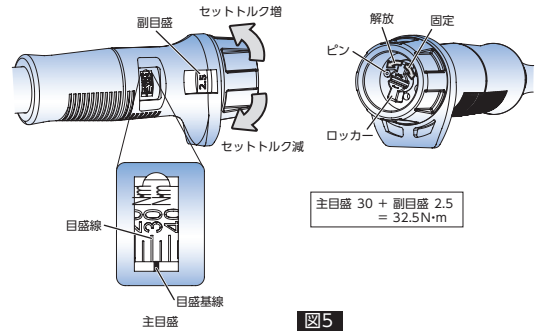

図5
例3 QL/CL型で黒い樹脂グリップ (QL50N~280N等) の場合 (図5)
- ① ロッカーを左に回し緩める。(図5)
- ② 副目盛を回してトルク値を合わせる。(主目盛+副目盛)
- ③ ロッカーを右に回して副目盛をロックする。(図5)
- ① 主目盛を見ながら副目盛を回し、30N・mの目盛線が主目盛線に近づいたら副目盛を確認します。次に副目盛の値を0にします。セットトルクは30N・mになります。
- ② 副目盛を見ながら右方向(プラス方向)に回し、副目盛の値を2.5に合わせます。セットトルク、32.5N・mになります。(図5)